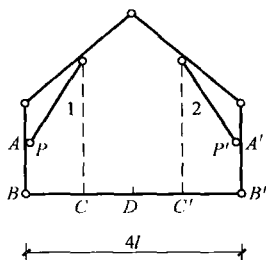

图 1-16 思考题 9 图
9. 图 1-16 所示体系中链杆 1、2 的端点 P 、 P' 分别在何处时形成瞬变体系？